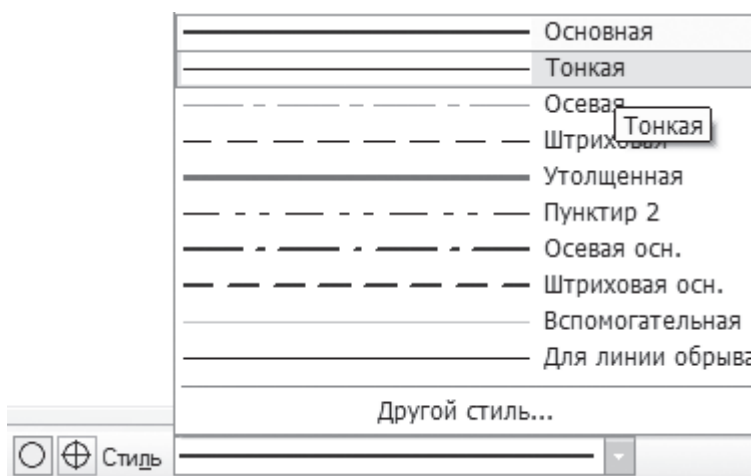

Рис. 75
4. Окружность диаметром  $M$  (изображение резьбы) выполняется тонкой линией. Толщину линии можно задавать до построения окружности или после ее построения. Для этого нужно обратиться к панели свойств в разделе *Стиль* (рис. 75) или к контекстному меню (рис. 76) и выбрать нужный тип линии.